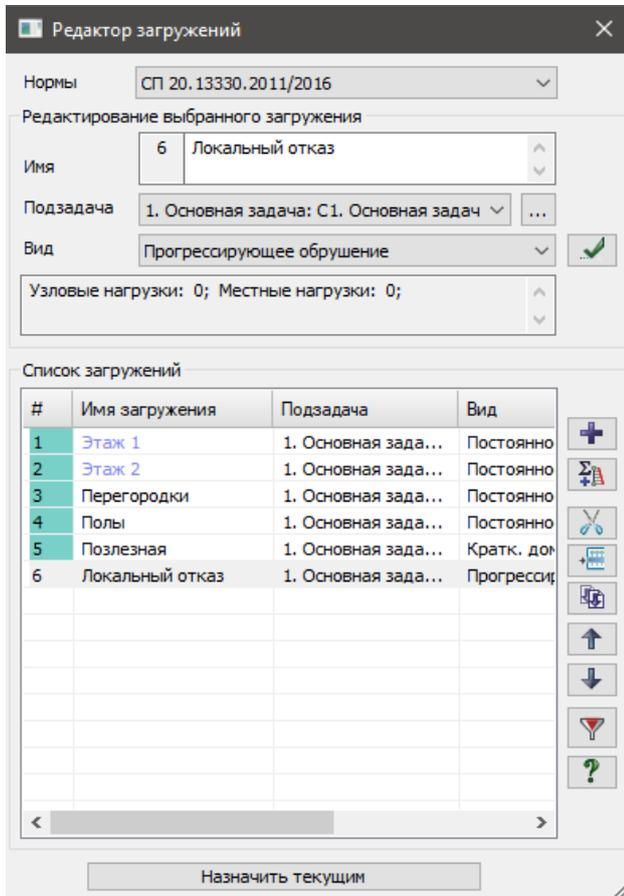

Рис.16.27. Диалоговое окно Редактор загрузений
- Вызовите диалоговое окно Редактор загрузений (рис.16.27) щелчком по кнопке  – Редактор загрузений (панель Нагрузки на вкладке Создание и редактирование).